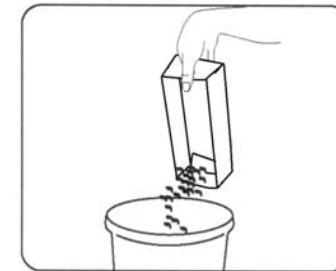

Fig. 3
2. Videz le contenu du plateau (Fig. 3). Si vous le désirez, rincez le plateau à l'eau pour le nettoyer mais **séchez-le complètement** avant de le remettre dans la balayeuse.